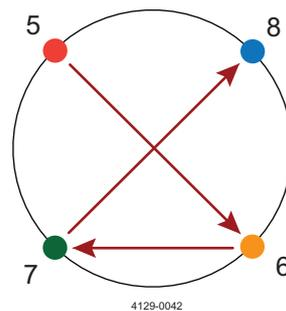

Abbildung 2
5. Das Heftschiweißen der Anschweißplatten an den Positionen 5 bis 8 von der Innenseite des Tanks aus fortsetzen (siehe Abbildung 2).